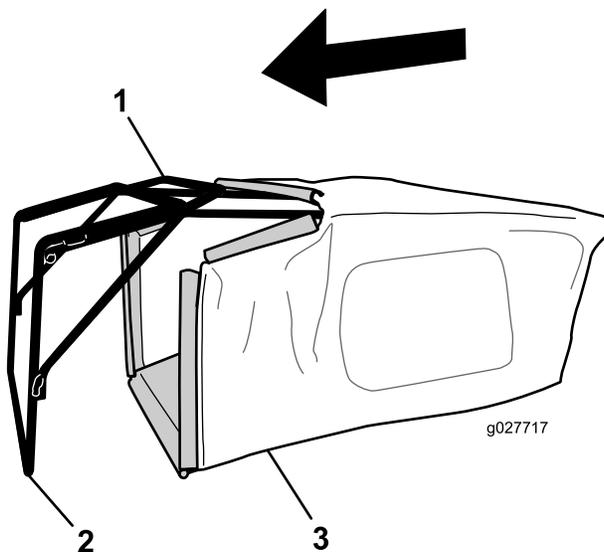

Рисунок 7
- Установите травосборник на раму, как показано на Рисунок 7.
Примечание: Не надевайте травосборник на рукоятку (Рисунок 7).